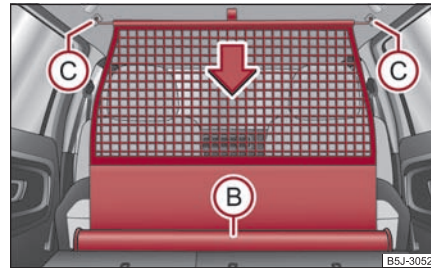

Abb. 89 Netztrennwand aufrollen
- Ziehen Sie die Querstange erst auf der einen, dann auf der anderen Seite etwas nach hinten und nehmen die Querstange aus den Aufnahmen (C) ⇒ Abb. 89.
- **Halten** Sie die Querstange so, dass die Netztrennwand in das Gehäuse (B) langsam und ohne Beschädigung einrollen kann.